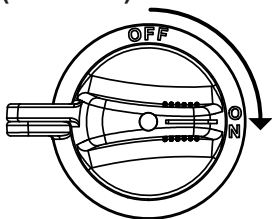

Figure 39. Interrupteur de batterie ON (MARCHE)
2. Placez le **commutateur de la batterie** (Figure 39) en position **ON (MARCHE)**.